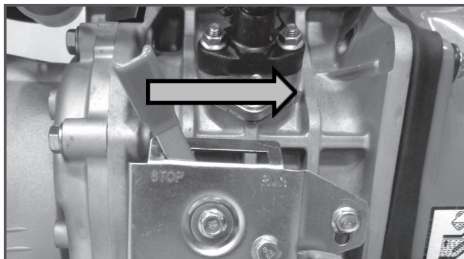

Рис. 11 Рычаг включения двигателя
5. Рычаг включения двигателя на панели рычагов (Рис. 11) переведите вправо до щелчка (фиксации).
4. Рычаг включения двигателя на панели рычагов (Рис. 11) переведите вправо до щелчка (фиксации в положении «Работа»).